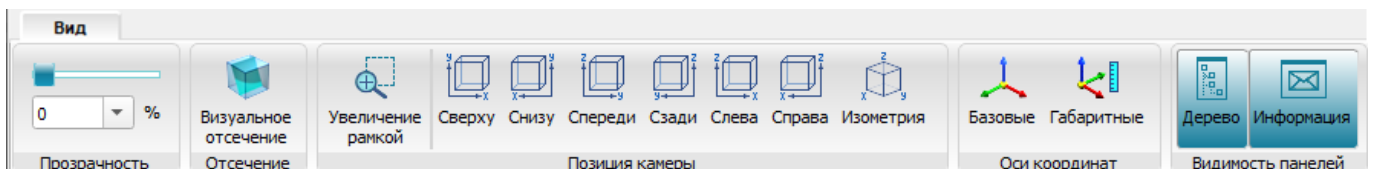

Рис. 130
16.1.2.1. Команды меню «Вид» управляют видимостью в главном окне встраиваемых окон «Объекты» и «Информация», осуществляют управление позицией камеры, видимостью осей координат, масштабом, прозрачностью объектов, визуальным отсечением объектов. Меню «Вид» показано на рис. 130.